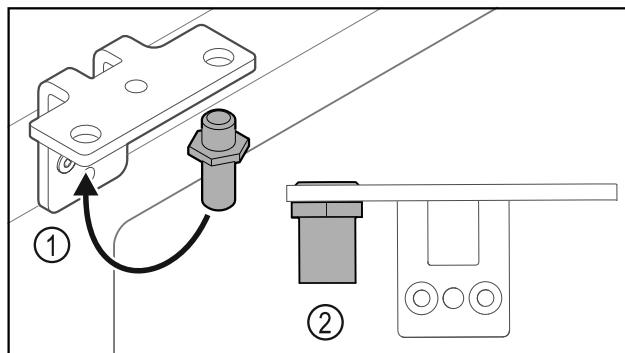

Fig. 37
- ▶ Перемістити палець Fig. 37 (1) у шарнірному кутику.
- ▶ Затягнути палець Fig. 37 (2) з **обертальним моментом 12 Нм.**